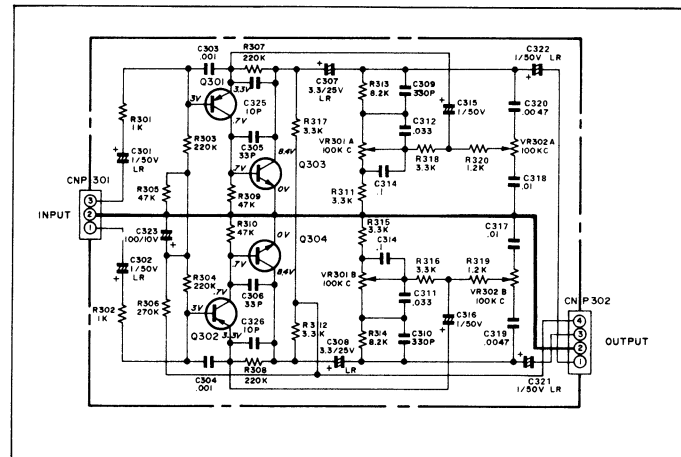

Abbildung 5-3
3. Tonverstärkerkreis (Siehe Abbildung 5-3)